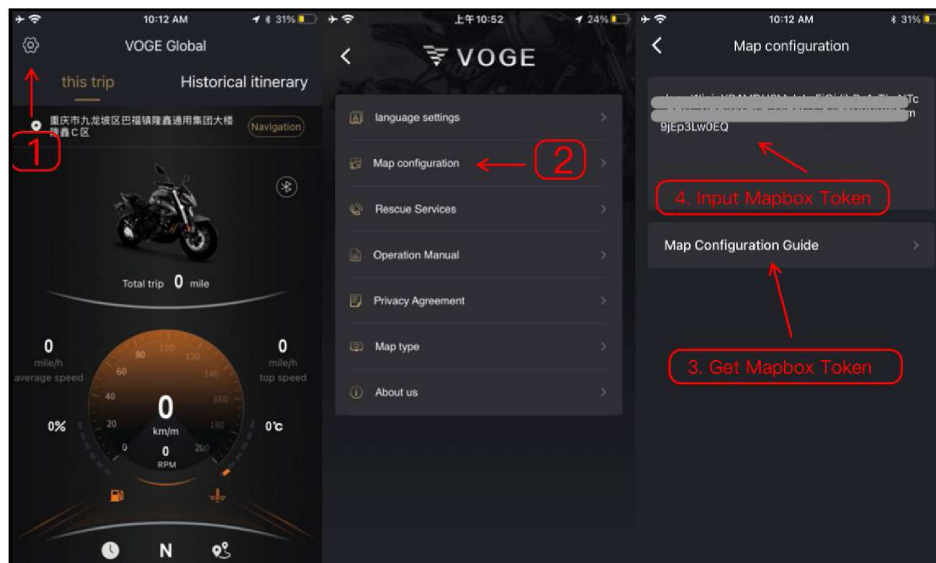

Figura 7
3.1 Abra VOGÉ Global, luego abra Setup → Map configuration → Map configuration guidance → Fill blanks for Mapbox Token (El usuario debe solicitar Mapbox Token y completar los espacios en blanco; de lo contrario, la navegación no funciona) (Figura 7).